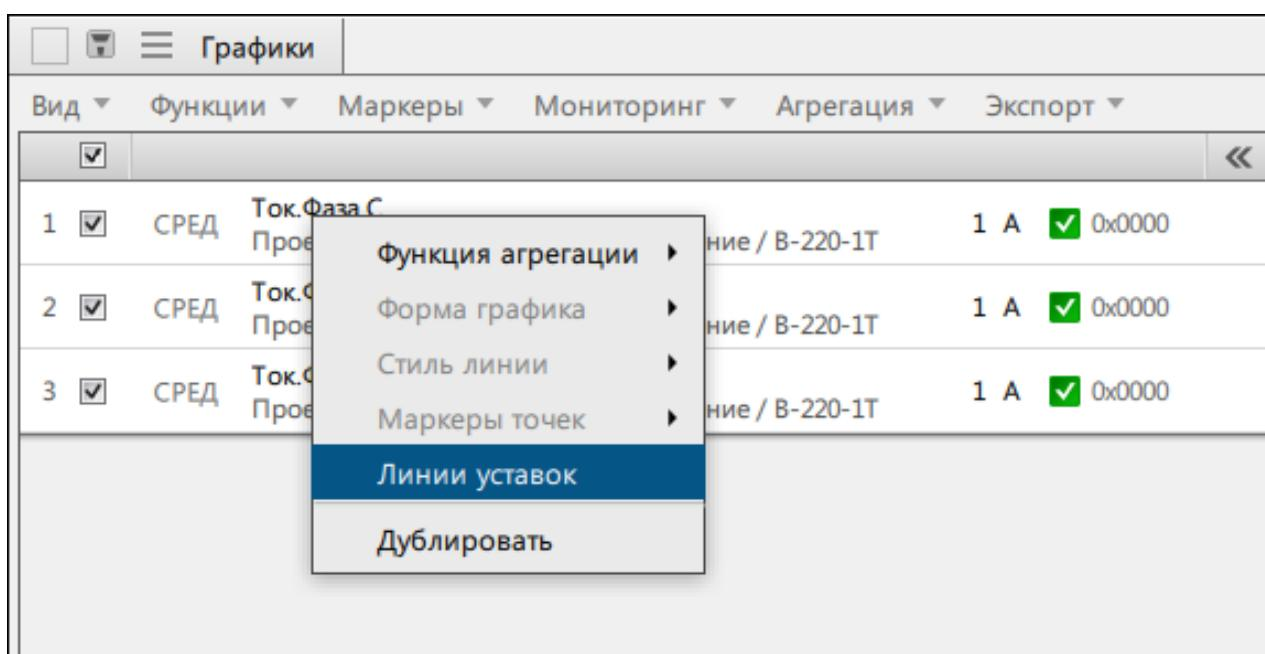

Рисунок 72 - Контекстное меню сигнала
- Нажмите ПКМ по выбранному сигналу из списка сигналов (Рисунок 72).